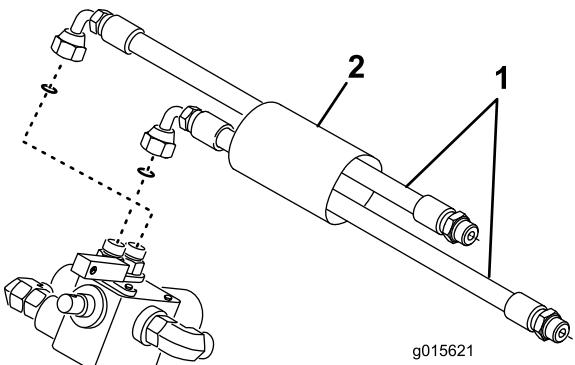

Figura 6
14. Ligue os 2 conjuntos de tubos hidráulicos aos encaixes na parte superior da válvula de controlo (Figura 6).
15. Instale a manga protetora sobre os tubos (Figura 6).